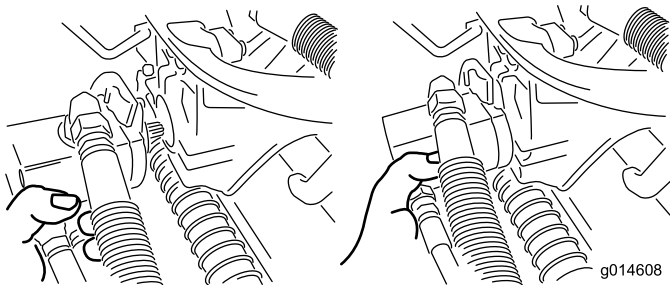

Рисунок 34
3. Переместите электродвигатель на место хранения на передней стороне рычага подвески (Рисунок 34).